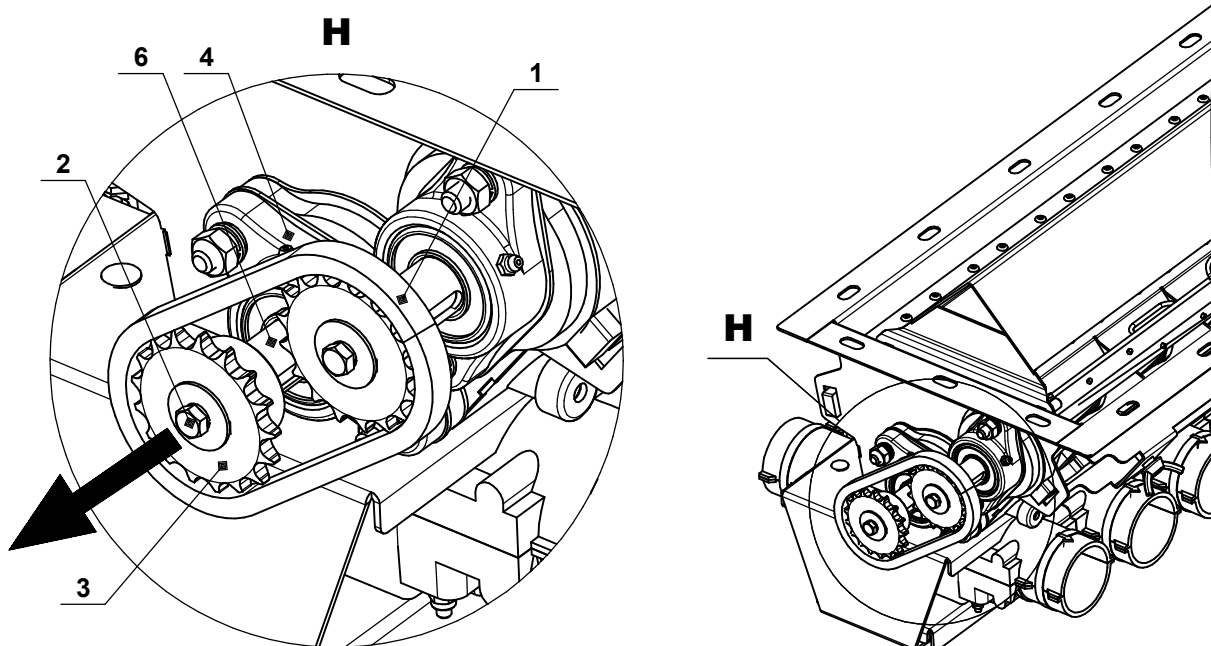

Рис.100 - Цепь дозатор -ворошилка.
1. Снимите цепь между валом дозатора и валом ворошилки (поз.1 рис.100).
2. Выкрутите крепежный болт М8 (поз.2 рис.100) и снимите звёздочку с вала дозатора (поз.3 рис.100).
3. Шестигранником на "3" ослабляем стопорные винты обоймы подшипника (поз.5 рис.100) на обоих подшипниках с правой и левой стороны дозатора (поз.4 рис.100).
4. Открутите подшипник (поз.4 рис.100) со стороны звёздочки и вытаскиваем вал (поз.6 рис.100) в сторону звёздочки(поз.3 рис.100).